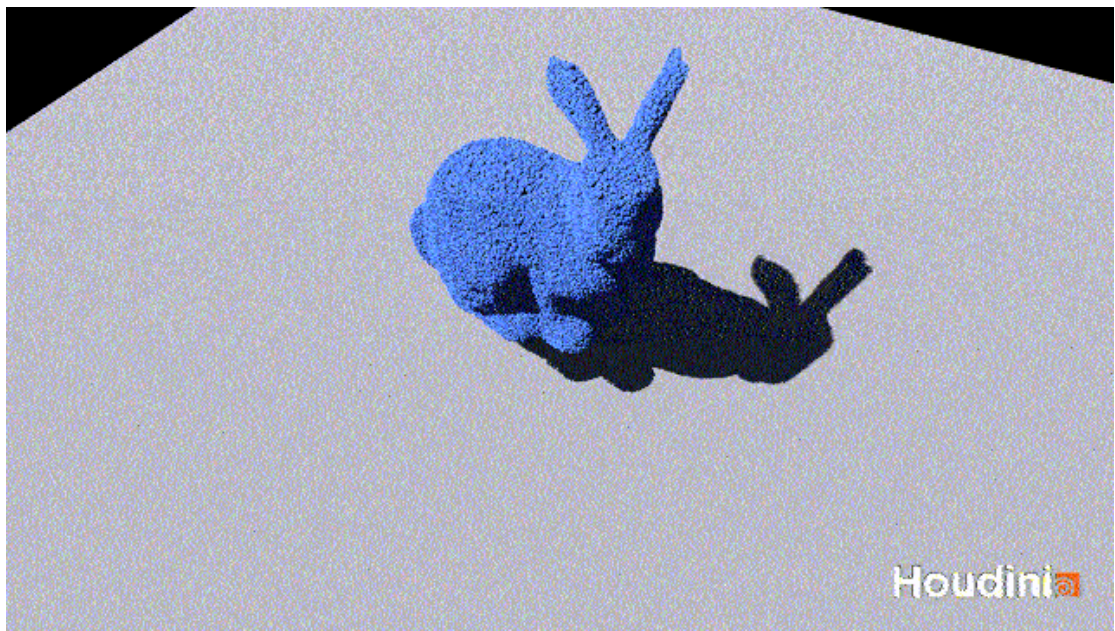
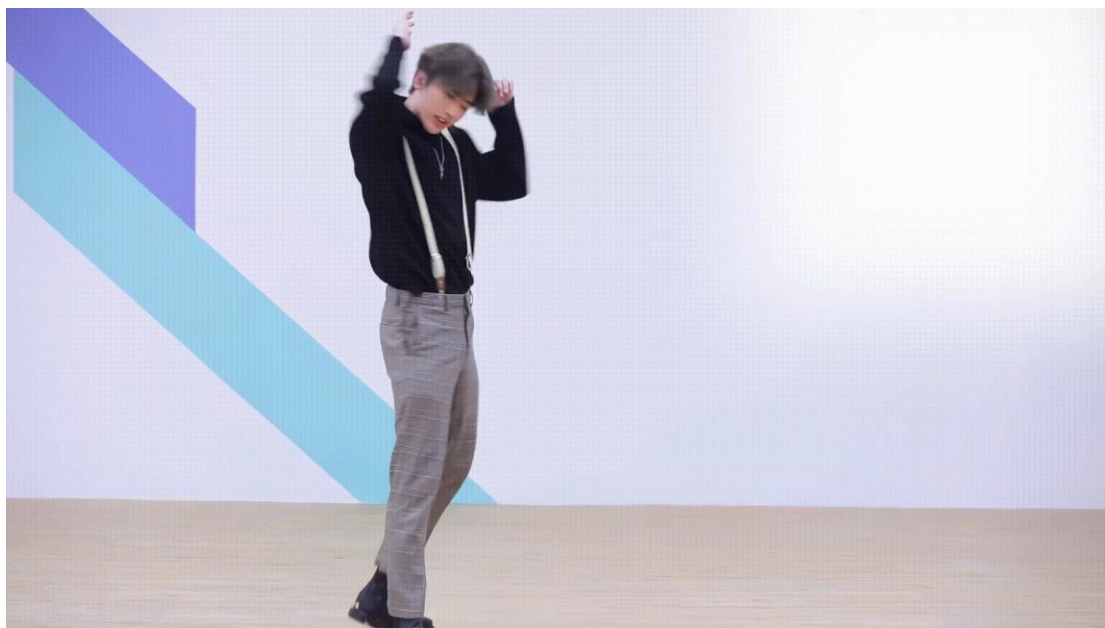

图 1 软体兔子蹦蹦跳
图 2 《只因你太美》舞步
2022 年 11 月，Denver Pilphis 和 MuGdxy 在先前 Taichi DEM 代码优化大赛中，以“使用 Taichi DEM 实现工程定量仿真”作品荣获第一名。团队在该次比赛中，通过实战学习了 Taichi 语言的使用。作品实现了离散单元法 (DEM) 中胶结材料的力学响应 (理论详见文献[1])，即物体由若干个胶结起来的颗粒组成，胶结可以受拉、受压和受剪，进行力-位移响应，而当胶结在拉、压、剪方向的应力超过其强度时，胶结将破坏，胶结两端的颗粒脱开。使用胶结模型可以做出很多很有趣的例子，例如图 1 所示的软体兔子，就是作品的其中一个 Demo：
本次比赛项目组成员观看图 1 时，联想到中国内地歌手蔡徐坤老师曾在 2016 年综艺节目《偶像练习生》第三期中，为其代表作《只因你太美》编舞，并简单秀了 Demo^[2]。在如今的中文互联网上，该 Demo 依旧十分火爆。Demo 中，蔡
老师其中有一个舞步动作 (图 2), 与图 1 中的兔子耳朵的灵动十分相似:
于是我们在想, 通过前期 Taichi DEM 的工作, 加上一些新的功能, 来实现这一动作效果。然而图 1 的兔子是自由下落, 图 2 的蔡老师的动作要更加复杂。因此, 我们需要添加 2 个功能: (1) 将特定的颗粒分为一组 (group), 并对组内所有颗粒施加外部体力 (external body force); (2) 在特定时间内进行上述操作, 即存取一个序列 (sequence), 在仿真过程中调用。
本次比赛我们团队将编码迭代 Taichi DEM, 实现上述 2 个功能, 并借助其他工具和方法, 准备初始试样、调节胶结参数、划定颗粒范围、调节给力 sequence, 最终实现图 2 的效果。具体技术路线详见下一节。